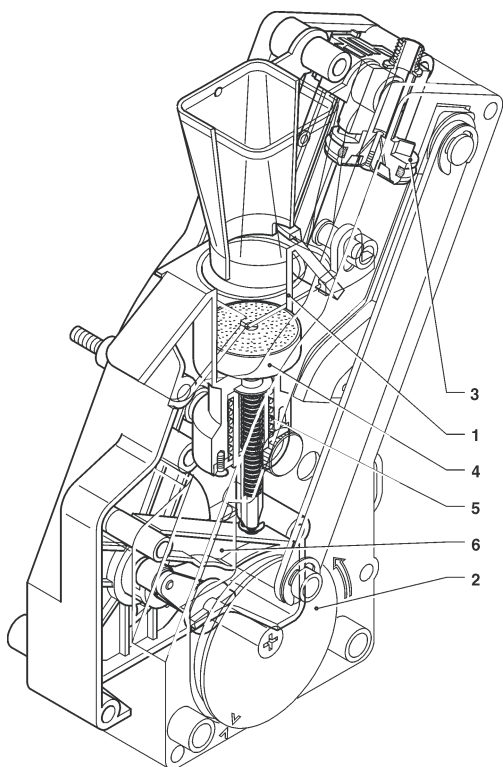

Рис. 14
Каждый раз после включения автомата, кофейный блок полностью поворачивается перед началом стандартного цикла для обеспечения того, что устройство находится в правильном исходном положении. После выбора позиции меню на основе кофе во время работы кофейной мельницы блок поворачивается на 180°, чтобы привести камеру заваривания в вертикальное положение (см. Рис. 14). Кофейная мельница работает до заполнения камеры дозатора кофе.
Кофе падает в вертикальную камеру заваривания (1) (см. Рис. 14).